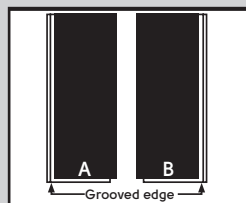

Fig. 3
3. Open meerdere dozen met het materiaal. De planken zijn op de achterkant gemarkeerd met de letters 'A' en 'B' (zie onderstaand schema). Scheid de verschillende planken in stapels met de randen in dezelfde richting. Voor een natuurlijker resultaat legt u vóór installatie de planken binnen elke stapel door elkaar (Fig 3).